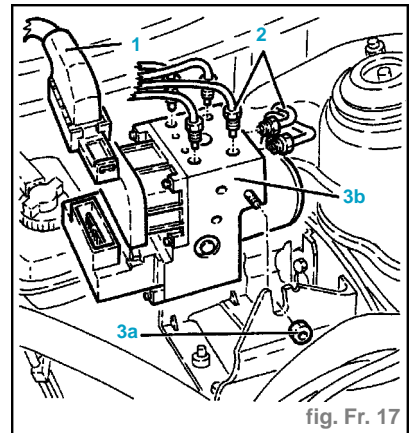

fig. Fr. 17
- Dévisser les fixations (2) et éloigner l'étrier porte-télérupteurs sans déconnecter les raccords électriques.
- Déposer le peigne (1) de la centrale hydraulique et électronique du système ABS (fig. Fr. 17).